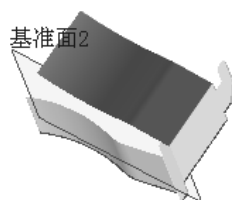
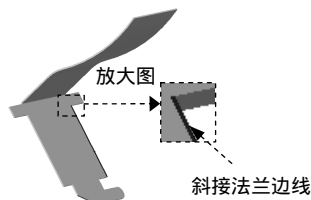
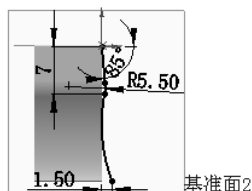

图 10.5.12 斜接法兰 2
图 10.5.13 斜接法兰边线
图 10.5.14 横断面草图
Step5. 创建如图 10.5.12 所示的钣金特征——斜接法兰 2。选择下拉菜单 **插入(I)** **钣金(B)** **斜接法兰(M)...** 命令；选取如图 10.5.13 所示的边线作为斜接法兰边线；在草图环境中绘制如图 10.5.14 所示的横断面草图，选择下拉菜单 **插入(I)** **退出草图** 命令，退出草图环境，此时系统弹出“斜接法兰”对话框；定义法兰位置，在 **法兰位置(N)** 区域中，单击“折弯在外”按钮 ；其他采用系统默认设置值；单击  按钮，完成斜接法兰 2 的创建。